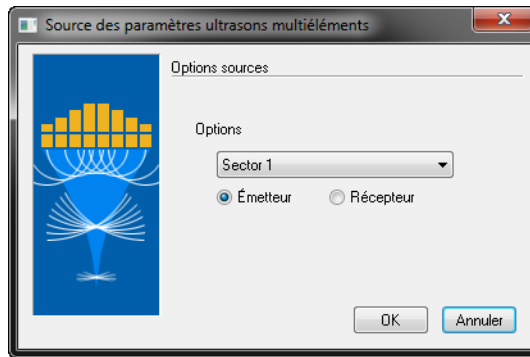

Figure 4-12 Boîte de dialogue Source des paramètres ultrasons multiéléments
- a) Sélectionnez le secteur à modifier dans la boîte de dialogue **Source des paramètres ultrasons multiéléments** (voir la Figure 4-12 à la page 249), sélectionnez **Émetteur**, et puis cliquez sur **Ok**.
- a) Sélectionnez le secteur à modifier dans la boîte de dialogue **Source des paramètres ultrasons multiéléments** (voir la Figure 4-12 à la page 249), sélectionnez **Récepteur**, et puis cliquez sur **Ok**.